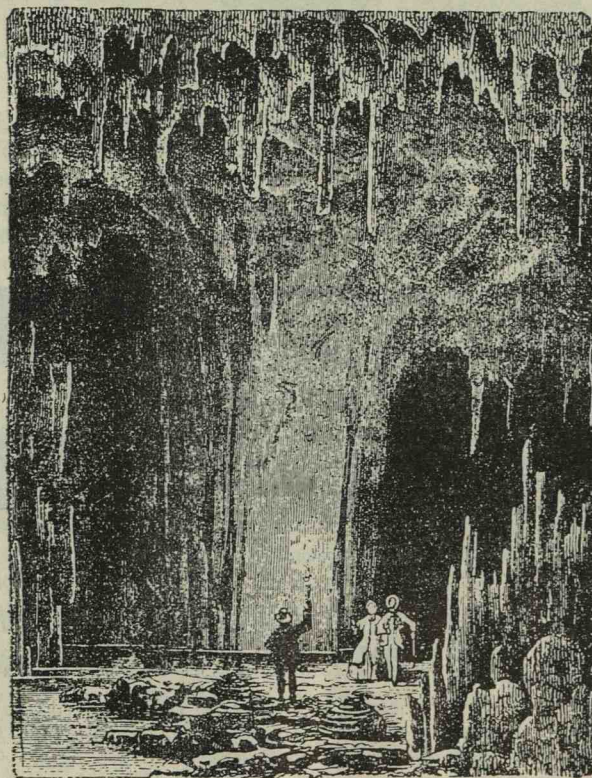

Fig. 169. Vederea unei peșteri cu stalactite și stalagmite.
8. **Stalactitele și stalagmitele** sunt alcătuite din straturi concentrice de calcită. Ele s'au format prin prelingerea apelor de izvoare înărcate cu bicarbonat de calciu, pag. 162, fig. 169. *Stalactitele* atârnă pe bolta peșterilor ca niște țurțuri de gheață la streșini. *Stalagmitele* sunt formate din apa care a picurat de pe *stalactite*; ele se înalță de pe podelele peșterii în sus. Cu timpul ele se unesc și formează stâlpi, care dau peșterii înfățișarea unei clădiri cu coloane.